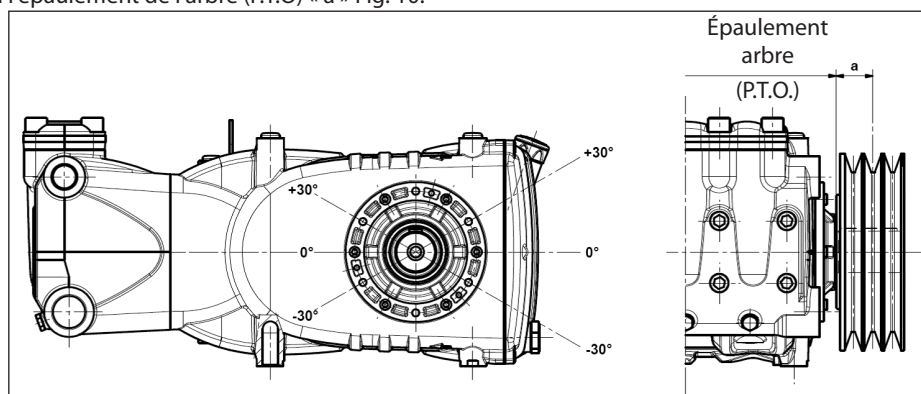

Fig. 10
La charge radiale sur l'arbre ne doit pas être supérieure à 4500 N (valeur nécessaire pour la définition du plan). La transmission est considérée appropriée si une telle charge est appliquée à une distance maximum de  $a = 50$  mm de l'épaulement de l'arbre (P.T.O) comme l'indique la Fig. 10.
- b) Utiliser des courroies à haut rendement - par exemple **XPB** au lieu de **SPB** - car il sera nécessaire d'avoir une quantité inférieure de courroies égales à la puissance transmise et par conséquent une distance inférieure de la résultante par rapport à l'épaulement de l'arbre (P.T.O) « a » Fig. 10.